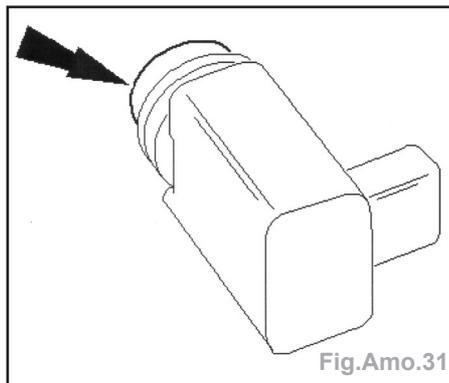

Fig.Amo.31
- Poser les anneaux de capteur de système d'aide au stationnement (Fig.Amo.31).